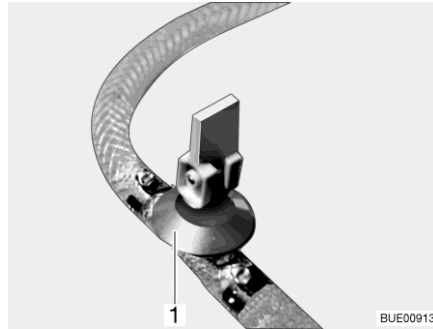
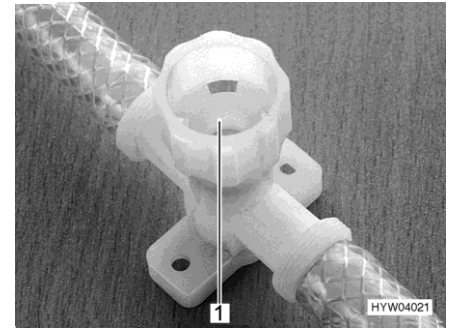

Bild 258 Ablasshahn (mit Kipphebel)
Bild 259 Ablasshahn (mit Drehkappe)
- Alle Ablasshähne öffnen. Dazu den Kipphebel des Ablasshahns (Bild 258,1) senkrecht stellen oder die Kappe des Ablasshahns (Bild 259,1) entgegen dem Uhrzeigersinn drehen.